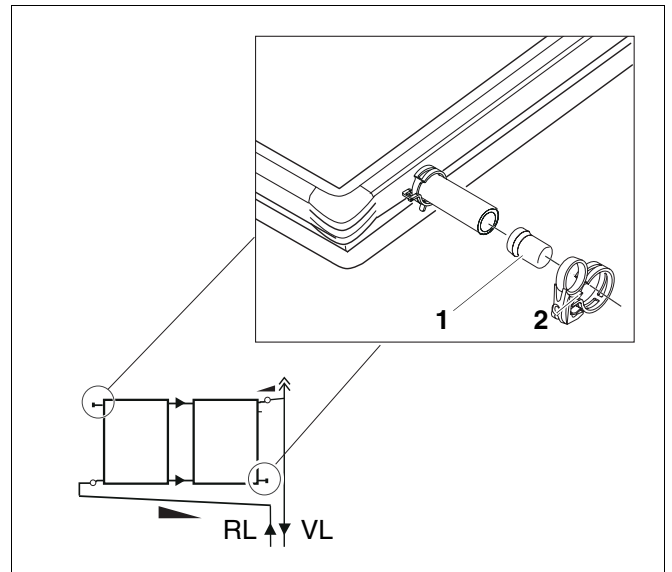

Fig. 45 Montar el tapón ciego
- ▶ Acople primero en el tubo solar corto los tapones ciegos (fig. 45, **pos. 1**) con el borde reforzado.
- ▶ Deslice la abrazadera (fig. 45, **pos. 2**) hasta el borde reforzado del tapón ciego (fig. 45, **pos. 1**). Cuando la posición de la abrazadera sea la correcta, podrá retirar el anillo tensor azul.